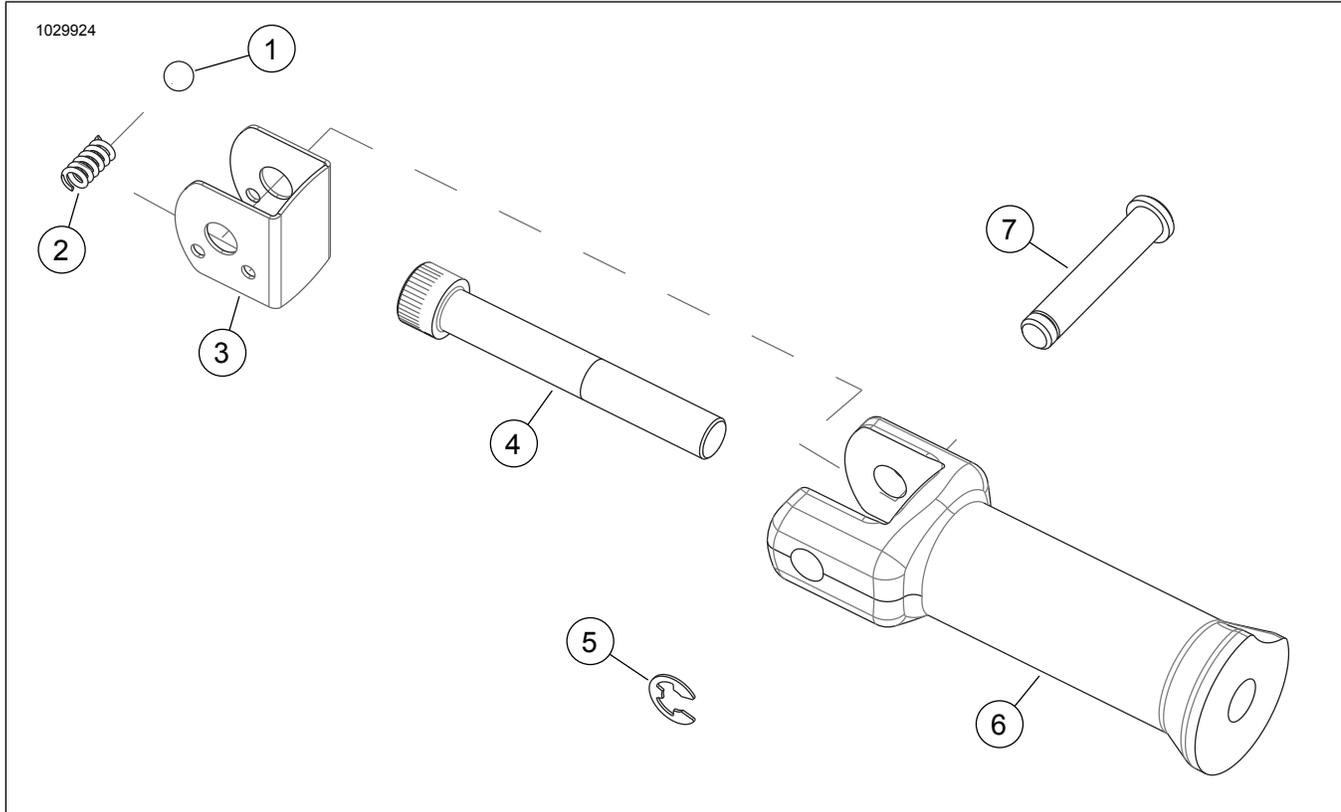

Figure 2. Pièces de rechange, kit de montage pour repose-pieds passager
Voir Figure 2 et Voir le Tableau 1.
Voir Figure 2. Positionner le support d'appui-pied (6) sur le véhicule. Poser la vis à tête creuse (4) dans le support d'appui-pied et dans le trou fileté du cadre. Serrer à un couple de :